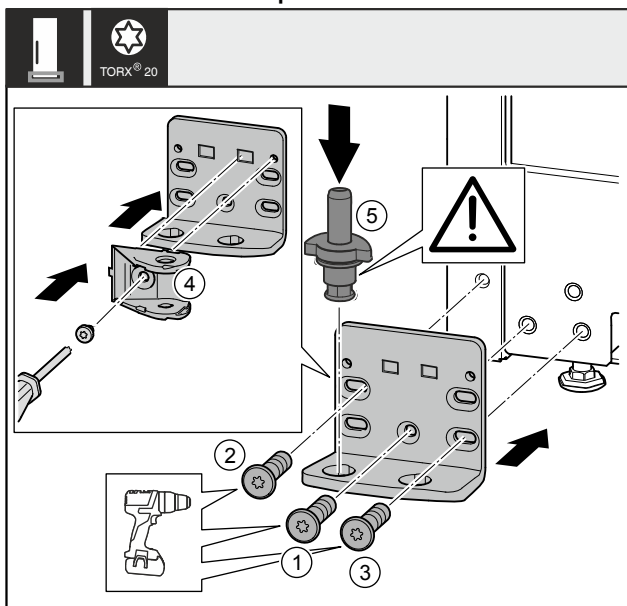

Fig. 36 *
- ▶ Påsæt hængslet på den anden side, og skru den fast med en skruetrækker. Begynd med skruen Fig. 36 (1) forned i midten.*
- ▶ Skru skruen Fig. 36 (2) og skruen Fig. 36 (3) fast.*
- ▶ Drej lukkedæmperforbindelsen Fig. 36 (4) 180°. Påskrues på den anden side af hængslet med en skruetrækker.*
- ▶ Sæt lejeboltten Fig. 36 (5) helt ind. Sørg for, at låsekna- sten vender bagud.*